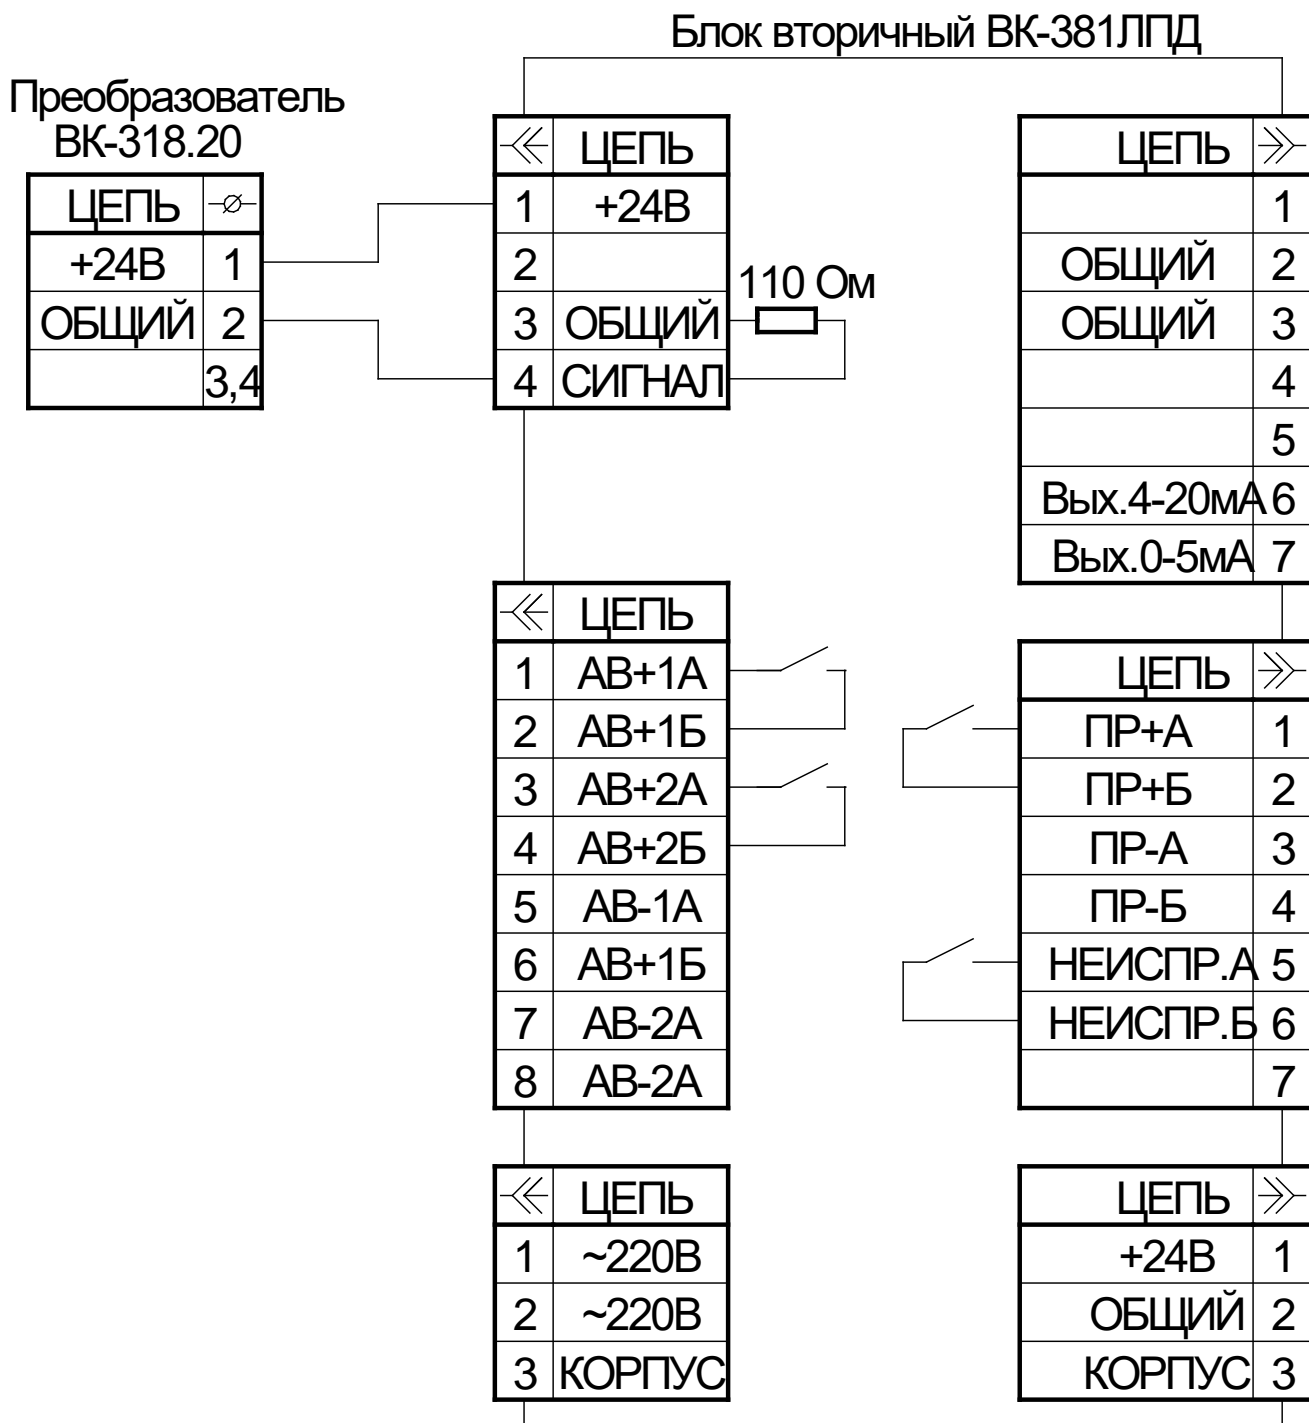

Рисунок 6 – Схема соединения преобразователя ВК-318.20 и блока вторичного ВК-381ЛПД
7.4.2 Над индикаторами расположены светодиоды (см. рис. 6):